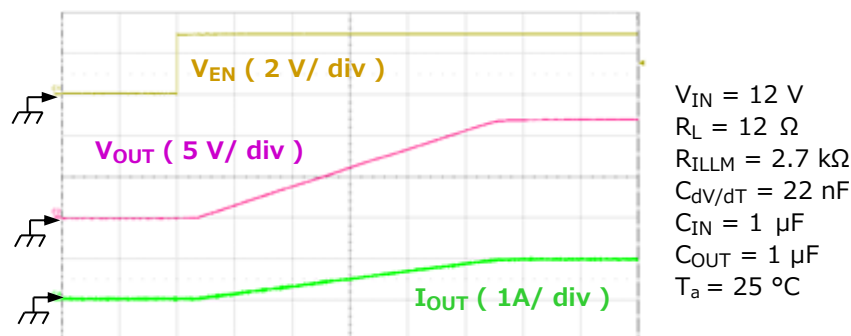

図 6.13 突入電流抑制（スルーレートコントロール）回路動作波形
出力がオンしたとき、負荷側に接続されたコンデンサーを充電するため突入電流が流れます。この電流が大きすぎると過電流保護回路が動作して出力の立ち上がりが不能になったり、入力電圧のアンダーシュートや出力電圧にオーバーシュートが発生したりする恐れがあります。これらを防ぐため、出力電圧の立ち上がり時のスルーレートをコントロールして突入電流を制限するのが突入電流抑制回路です。図 6.13 に、本回路により突入電流を制限したときの出力電圧の立ち上がりと突入電流の様子を示します。
③ 過熱保護機能動作後	(図 6.13 参照)